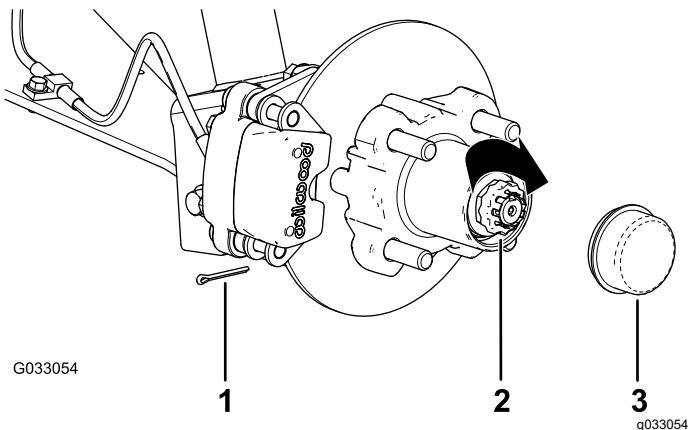

Figure 31
- Placez le frein d'écrou sur l'écrou et vérifiez que la fente du frein d'écrou et le trou dans la fusée sont alignés et permettent d'insérer la goupille fendue (Figure 31).
- Insérez la goupille fendue et repliez chaque jambe autour du frein d'écrou (Figure 31).
- Reposez le couvre-moyeu sur le moyeu (Figure 31).